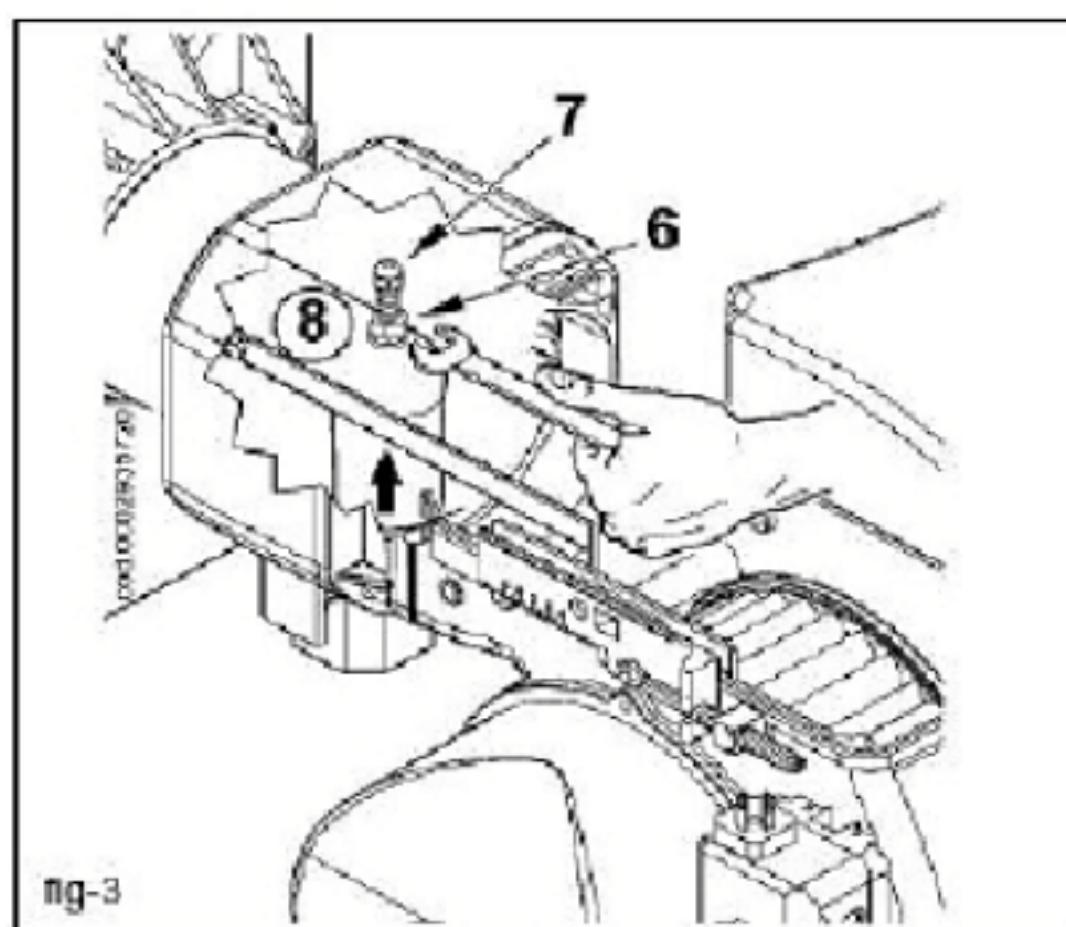

fig.3
- 3) 完全松开螺帽6，拧紧螺丝7，使它更深入燃气输送组建8，以便进一步的拆卸。稍微将燃气输送组建8移出它的槽位。 (Fig. 3)